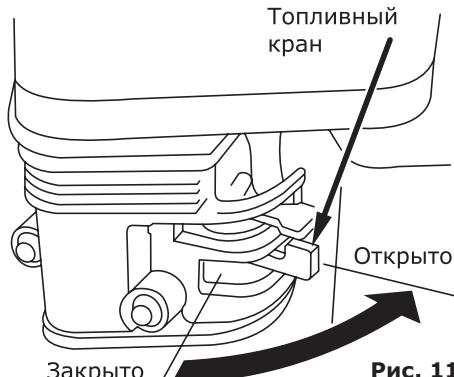

Рис. 11
• Поверните топливный кран в положение «Открыто» (рис. 11).